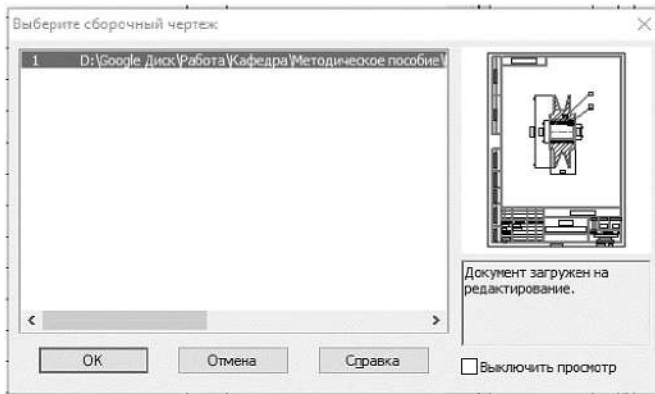

Рисунок 4.54. Выбор сборочного чертежа
3.3.12 Подтвердите выбор сборочного чертежа (рисунок 4.54).